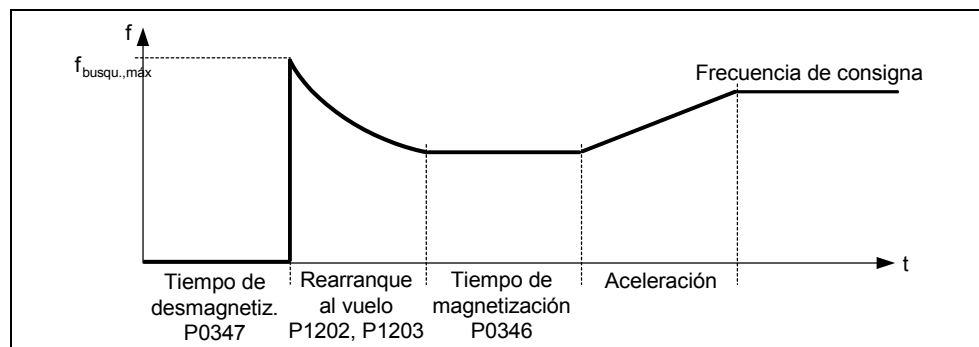

Figura 3-82 Rearranque al vuelo
Según se ajuste en el parámetro P1200 y una vez acabado el tiempo de desmagnetización P0347 se inicia el rearranque al vuelo con la frecuencia de búsqueda máxima $f_{búsqueda.máx.}$ (véase Figura 3-82).
- Característica V/f (P1300 < 20): Con la velocidad de búsqueda que resulta del calculo en P1203, se disminuye la frecuencia de búsqueda en función de la intensidad del circuito intermedio. A la vez se aplica al motor la intensidad de búsqueda parametrizada en P1202. Si la frecuencia de búsqueda se encuentra cercana a la frecuencia del rotor, cambia repentinamente la intensidad del circuito intermedio, ya que el flujo en el motor aumenta. Una vez alcanzado ese estado, la frecuencia de búsqueda permanece constante y la tensión de salida cambia al valor de tensión de la característica V/f durante el tiempo de magnetización P0346, (véase Figura 3-82).